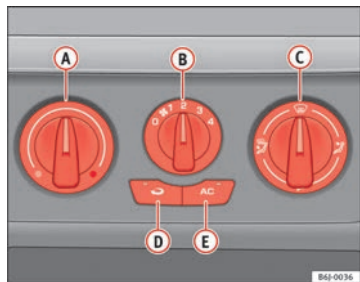

Fig. 94 Sulla plancia portastrumenti: i comandi dell'aria condizionata
- I comandi $\Rightarrow$ fig. 94 **A** e **C** e la manopola **B** servono a regolare la temperatura, a selezionare il livello di potenza del ventilatore e ad indirizzare il flusso d'aria.